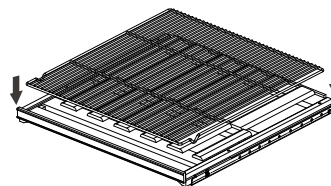

Abbildung 4
2. Platzieren Sie die abnehmbare Platte für Getränke auf dem ArteVino-Universalregal (siehe Abbildung 4).